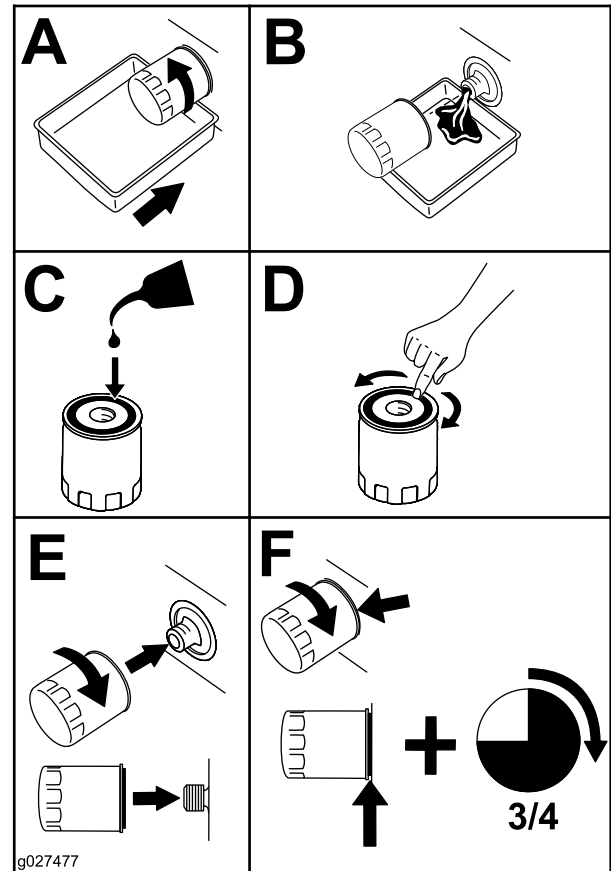

Figura 42
- Sustituya el filtro de aceite del motor (Figura 42).